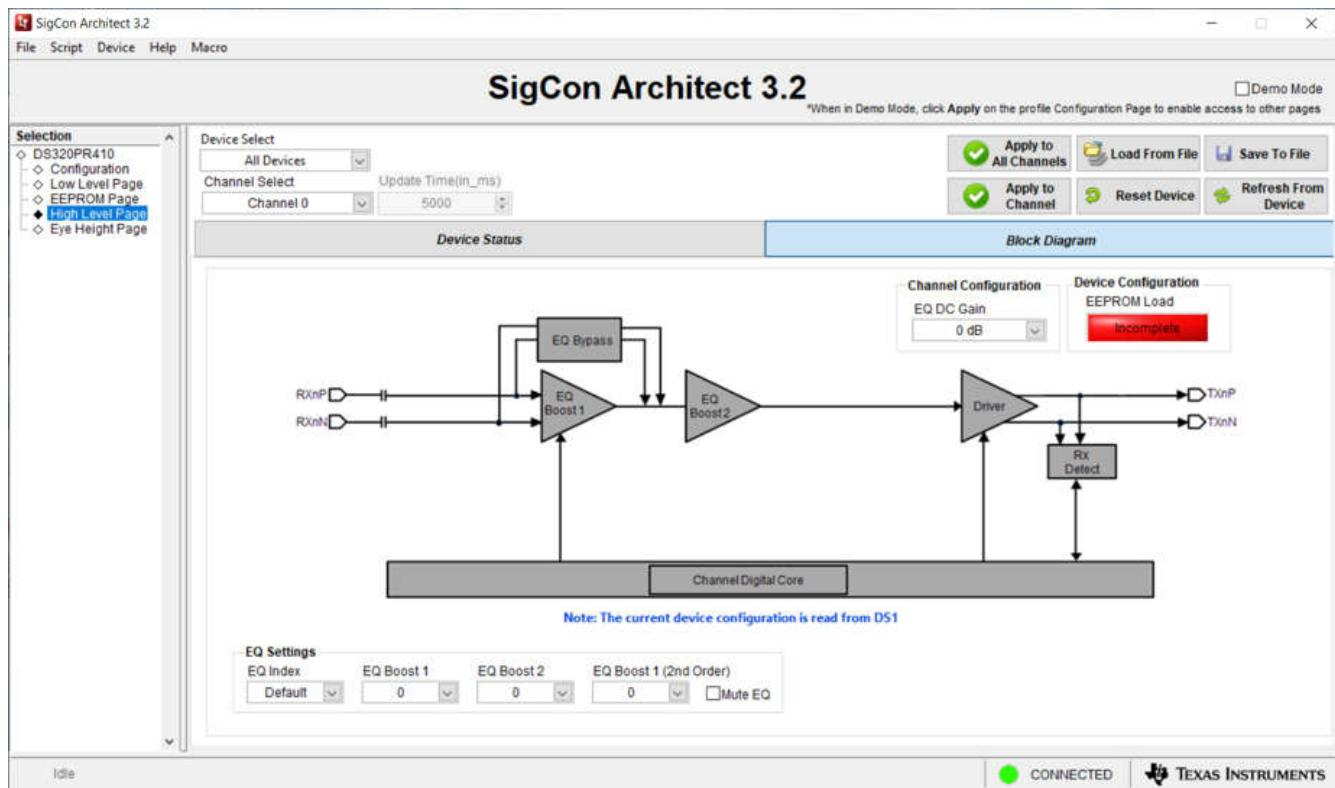

图 2-1. SigCon Architect DS320PR410 的“High-Level Page”
13. 在 DS320PR410 的 “High Level Page” 中，选择 *Block Diagram*，如图 2-1 所示。